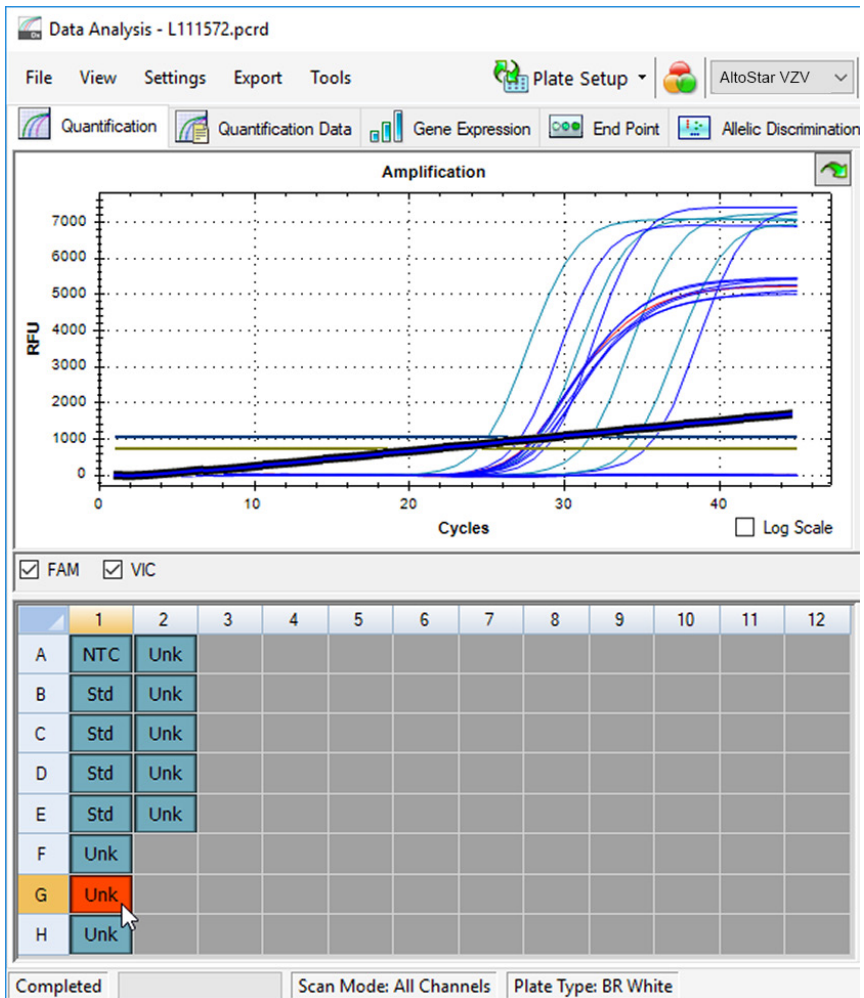

Figura 6: Finestra Data Analysis (Analisi dei dati): segnale PCR irregolare
2. Identificare i pozzetti con segnali PCR irregolari (aumento del segnale lineare, picchi anomali, ecc.) in uno qualsiasi dei canali di rilevamento FAM™ (VZV target) e VIC™ (IC) (vedere figura 6).